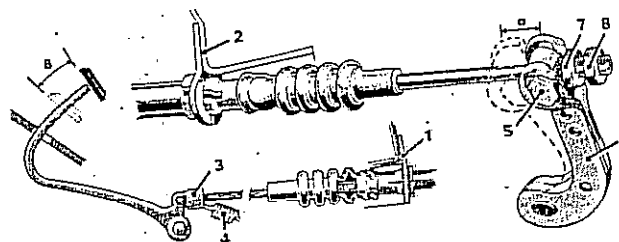

Fig. 143
- 2) Quitar el perno de unión del cable al pedal de embrague (3, Fig. 143), quitando el resorte de retroceso (4). Luego retirar las tuercas de fijación del cable en la palanca de mando (8 y 7). Por último desmontar el conjunto camisa-cable de las grapas de fijación al piso del vehículo y retirarlo.